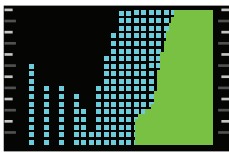
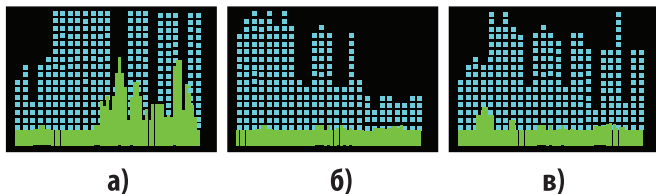

Рис. 19. Увеличение уровня сигнала по мере приближения к аналоговому радиопередатчику
Рис. 20. Работа цифрового передатчика
- Другая методика поиска: после автоматической подстройки чувствительности можно уменьшить ее на 2 уровня. Затем обследовать предполагаемые места установки «жучков» с расстояния не более 0,2 м. При появлении максимума сигнала еще уменьшить чувствительность и обследовать место с еще более близкого расстояния (– 5..10 см) с целью более точного определения положения источника сигнала. Типичная картина данных по мере приближения к источнику радиопередачи при такой методике поиска показана на Рис. 19:
- Если при поиске на одном и том же месте (без перемещения изделия) на зеленом графике усредненных значений отчетливо видны резкие провалы и всплески, а на заднем плане (на синем графике пиковых значений) видны отчетливые пропуски, как это показано на Рис. 19 (а), то это говорит о высокой вероятности работы цифрового передатчика. О цифровом характере сигнала также свидетельствует наличие ярко выраженных интервалов передачи/паузы на графике пиковых значений, значительно более высокая амплитуда пиковых значений по сравнению с усредненными, как показано на Рис. 20 (б,в).